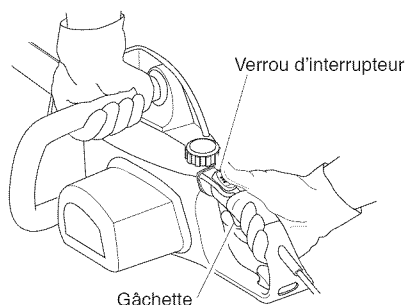

**Figure 5 - Formation d'un nœud avec le cordon de raccordement et la rallonge électrique**
*Note :* La Figure 5 illustre une autre méthode de fixation de la rallonge électrique. Utiliser cette méthode avec les rallonges de gros calibre qui ne s'adaptent pas au dispositif de retenue de la rallonge.